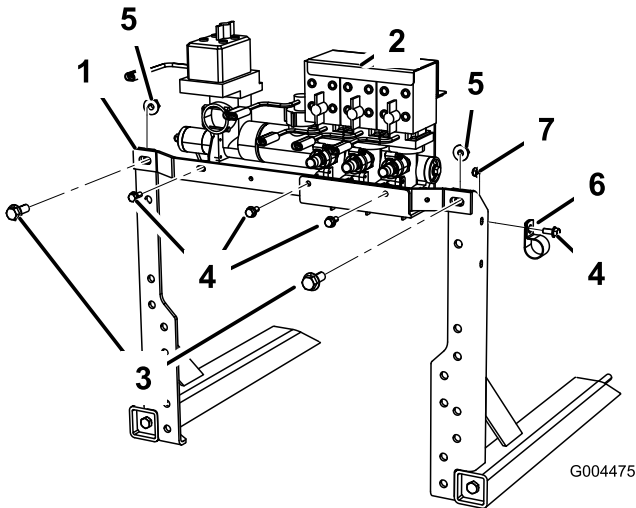

Figure 9
1. Posez la nouvelle barre transversale sur les montants au moyen des fixations retirées précédemment (Figure 9).
2. Fixez le bloc de vannes à la barre au moyen de 3 boulons (5/16 x 3/4 po) ; voir Figure 9.
3. Posez le collier de flexible sur le montant de rampe droit (Figure 9).
le collier en R monté sur le montant droit de la rampe (Figure 9) puis faites-le descendre dans le trou garni d'une bague dans le cadre de la rampe centrale.